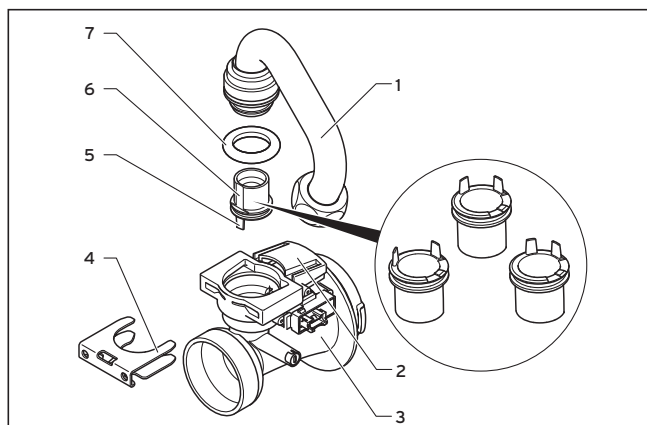

Bild 2.2 Demontera gasförbindelseröret
- Montera bort gasförbindelseröret (1, bild 2.2) från venturinen (3), genom att dra bort klammern (4) och dra ut gasförbindelseröret lodrätt. Avfallshantera tätningen (7).
- Dra ut gasmunstycket (6) rakt och avfallshantera det.
- Se upp vid insättningen av gasmunstycket så att det kommer i rätt position, med hjälp av de angivna positionsmärkningarna på venturins ovansida och positioneringsstiften (**5, bild 2.2**) på undersidan av gasmunstycket.